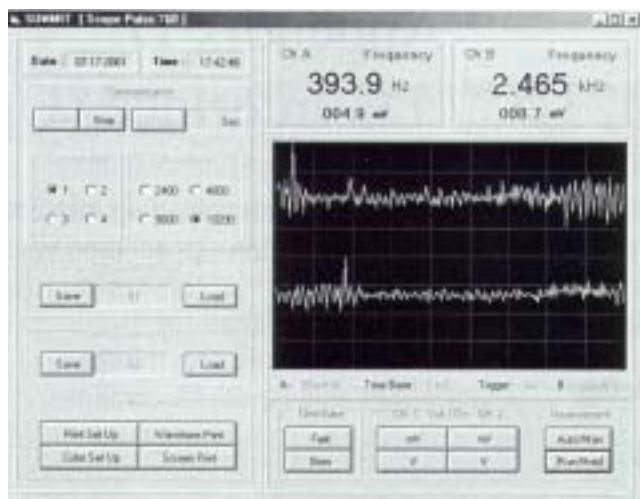

图 D-1 基本 760 RS-232C 显示
2. 插入第一张安装盘，使用鼠标选择开始→运行，窗口中输入 A:\SETUP.EXE 选择 **OK**。换上第二张安装盘重复以上步骤，您将会看到类似于图 D-1 的屏幕。